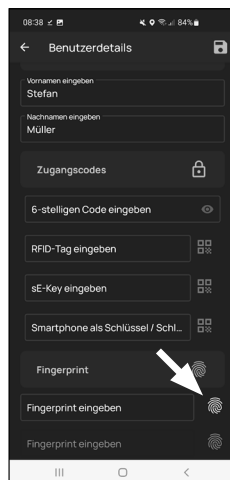

Fig. 5
- 7 En este apartado podrá guardar una huella dactilar como medio de apertura. Toque el símbolo de la huella dactilar que aparece a la derecha, junto al campo «Introducir huella dactilar» (Fig. 5).